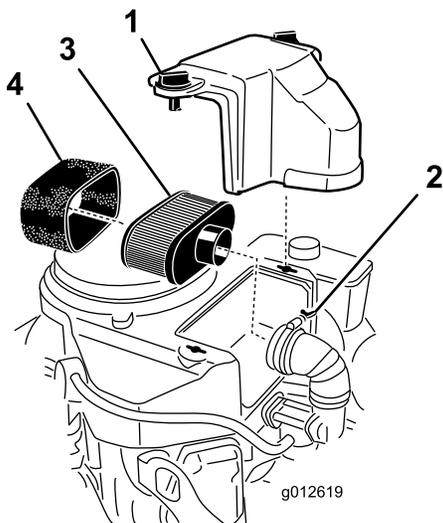

Figura 28
3. Para evitar qualquer dano, limpe à volta do filtro de ar para impedir a entrada de impurezas para o interior do motor (Figura 28).
4. Desaperte os manípulos da tampa e retire a cobertura do filtro de ar (Figura 28).
5. Desaperte a braçadeira de tubos e retire o conjunto do filtro de ar (Figura 28).
6. Puxe cuidadosamente o elemento de esponja do elemento de papel (Figura 28).
1. Limpe o elemento de papel batendo-lhe suavemente para remover o pó. Se estiver demasiado sujo, substitua o elemento de papel (Figura 28).
1. Deslize cuidadosamente o elemento de esponja para o elemento de papel (Figura 28).
2. Coloque o conjunto do filtro de ar na base do filtro de ar ou no tubo e prenda-o (Figura 28).
3. Coloque a cobertura do filtro de ar no devido lugar e aperte os manípulos da tampa (Figura 28).